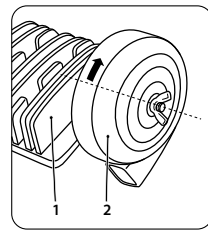

рис. 4
Вверните воздушные фильтры (2) в отверстия головки блока цилиндра (1) (рис. 4).